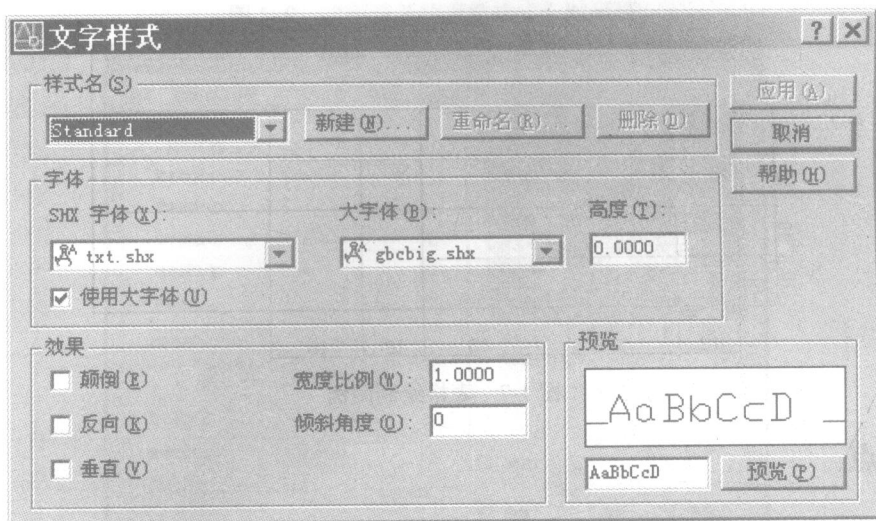
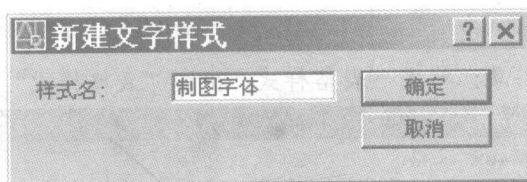

图 1-5 “文字样式”对话框
图 1-6 “新建文字样式”对话框
4. 创建文字样式。下拉菜单：格式→文字样式(出现“文字样式”对话框，如图 1-5 所示)→点击“新建”按钮(在“新建文字样式”对话框的样式名内输入字体名称“制图字体”，如图 1-6 所示)→确定。